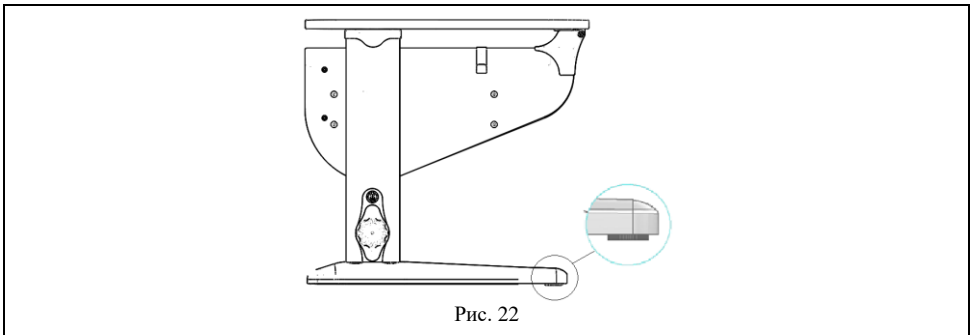

Рис. 22
6.1 Стол следует устанавливать на ровную горизонтальную поверхность, обеспечивающую опоры всех ножек, при необходимости отрегулировать стол ножками (см. рис. 22) до горизонтального положения столешницы.